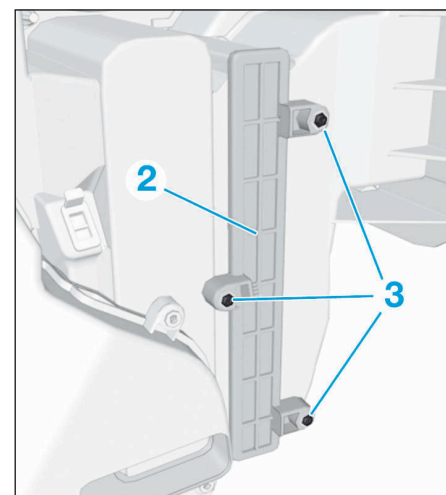

FIG.10
- Poser le couvercle (2) puis les vis (3) (Fig.10).